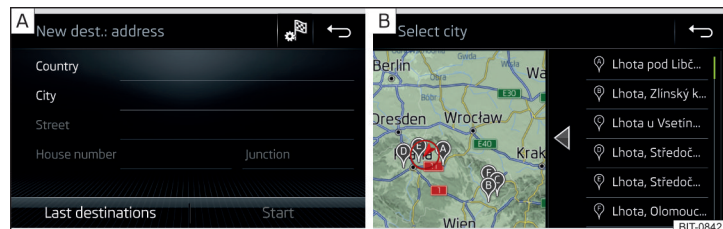

Fig. 172 Introducerea destinației prin intermediul adresei: Meniul principal/lista localităților căutate
- ▶ Introduceți adresa de destinație și apoi confirmați » fig. 172 - **[A]**.
În funcție de numărul de locații căutate, se poate afișa automat o hartă cu o listă a locațiilor căutate » fig. 172 - **[B]**.